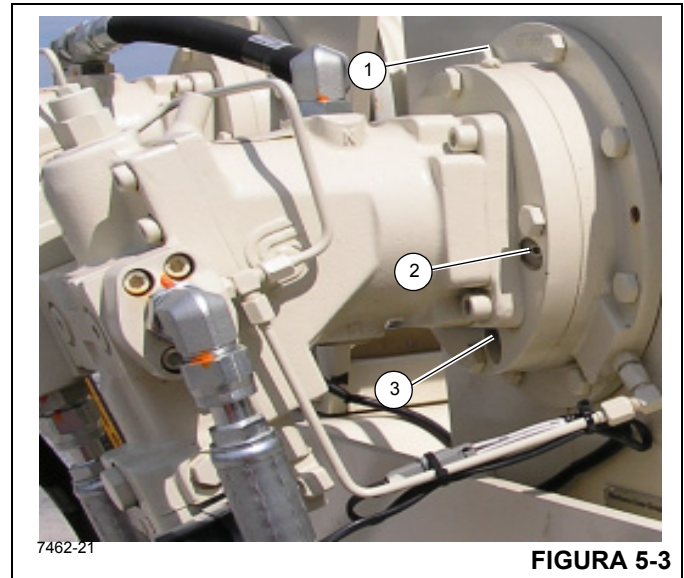

FIGURA 5-3
Para verificar o óleo do freio do guincho, remova o bujão de inspeção (2, Figura 5-3) e inspecione visualmente o nível do óleo. O fluido deve estar nivelado com a parte inferior do furo de inspeção. Se mais fluido for necessário, adicione através do furo de ventilação e do bujão de abastecimento de óleo do freio até que o óleo esteja no nível inferior do furo de inspeção (1).
Para drenar e adicionar óleo novo, remova o bujão de dreno (3, Figura 5-3), o bujão de inspeção (2) e o bujão de respiro (1) e drene o óleo hidráulico. Reinstale o bujão de dreno (3) e adicione fluido no furo de inspeção (2) até que o óleo esteja no nível inferior do furo de inspeção. Instale o bujão de inspeção e a ventilação do óleo (1) no bujão de inspeção (2). Consulte *Lubrificação*, página 5-3. A capacidade de abastecimento do freio do guincho é de 0,23 l (0.25 qt).
O óleo nas seções da caixa de engrenagens e do freio deve ser trocado após as primeiras 50 horas de operação e a cada 1.000 horas ou 6 meses de uso. O óleo da caixa de engrenagens é drenado removendo-se o bujão do dreno e a ventilação (Consulte a Figura 5-3).